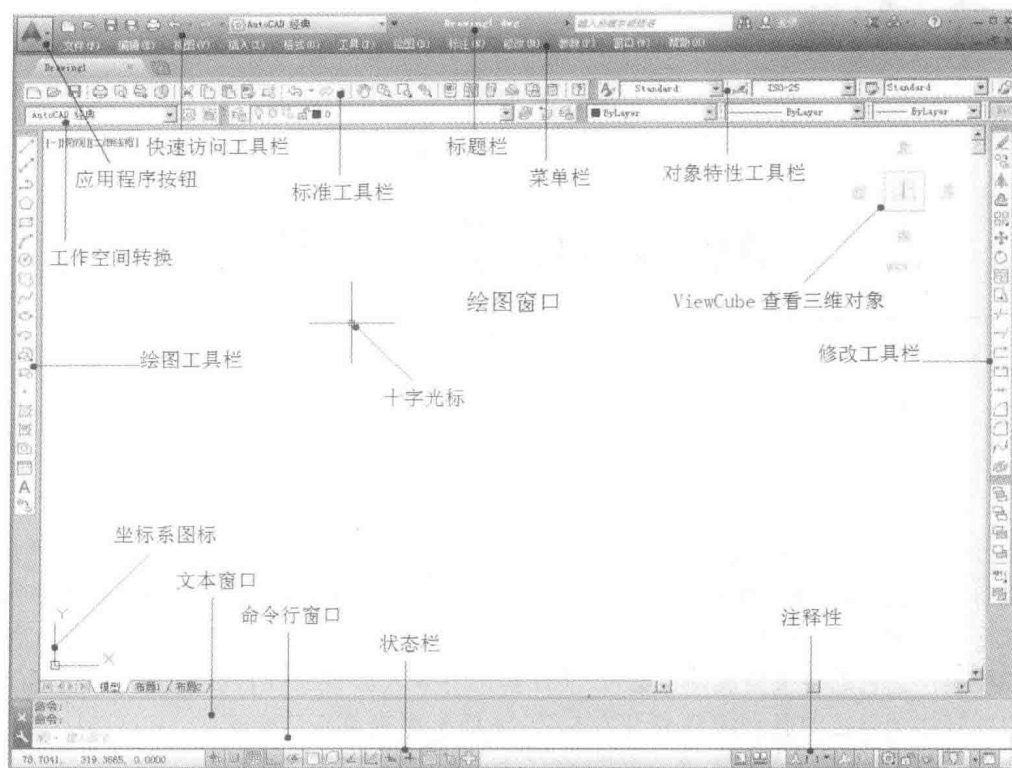

图 1-1 AutoCAD 2014 经典界面
双击 AutoCAD 快捷方式图标 ,即可进入 AutoCAD 系统。AutoCAD 是 Windows 系统下开发的应用程序,其用户界面、以及许多操作和命令都与 Windows 应用程序非常相似,无论用户是否对 Windows 有经验,都会发现 AutoCAD 的界面和命令工具是非常容易学习掌握的,如图 1-1 所示。
(2) 系统打开绘图界面, 默认的界面布置如图 1-1 所示。